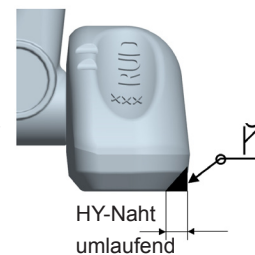

Abb. 2: HY-Naht
5. Schweißen Sie die Anschweißklötze an. Entnehmen Sie dazu sowohl Nahtart als auch Nahtgröße aus Abbildung 2 und Tabelle 2.